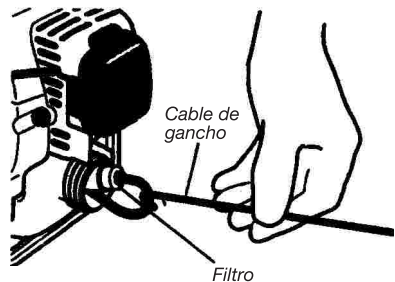

Imagen 38
- Utilice un cable de gancho para extraer el filtro de combustible del interior del depósito de combustible (Imagen 38). Revise el filtro del combustible en busca de restos de suciedad. Sustitúyalo por un nuevo si fuese necesario. Antes de volver a colocar el filtro, revise el conducto del combustible. Si encuentra cualquier daño o deterioro, no utilice la máquina hasta que haya sido revisada por un técnico especializado.